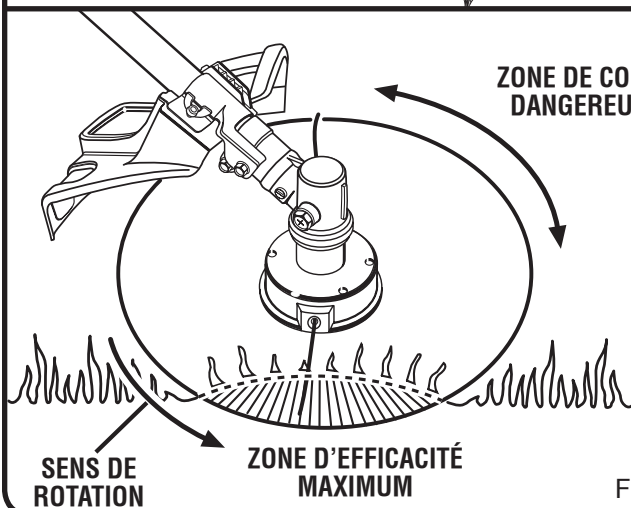

Fig. 6
- Pour couper avec le taille-bordures à arbre droit, utiliser un mouvement de balayage de droite à gauche. Ceci évite que les débris soient projetés en direction de l'opérateur. Éviter de couper dans la zone dangereuse comme le montre l'illustration à la figure 6.